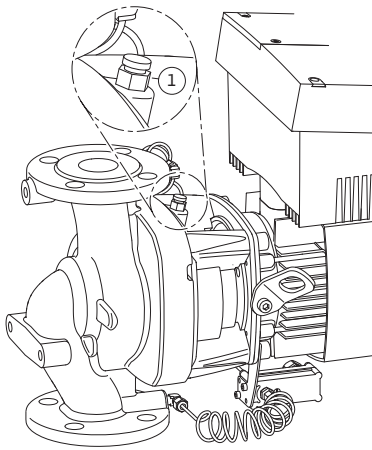

Fig. 44: Ilmausventtiili
- Ilmaa pumput avaamalla ilmausventtiilit (Fig. 44, pos. 1). Kuivakäynti rikkoo pumpun liukurengastiivisteeseen. Paine-eroanturia ei saa ilmata (rikkoutumisen vaara).